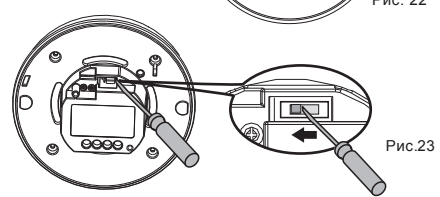

Рис. 23
4.2.1.3 При обнаружении движения CCT551011/CCT551012 отправляет управляющий сигнал шины С для управления включением нагрузки системы шины С (см. рис. 23). Выходом является обычный коллектор для использования с блоками шины С с вспомогательными входами.